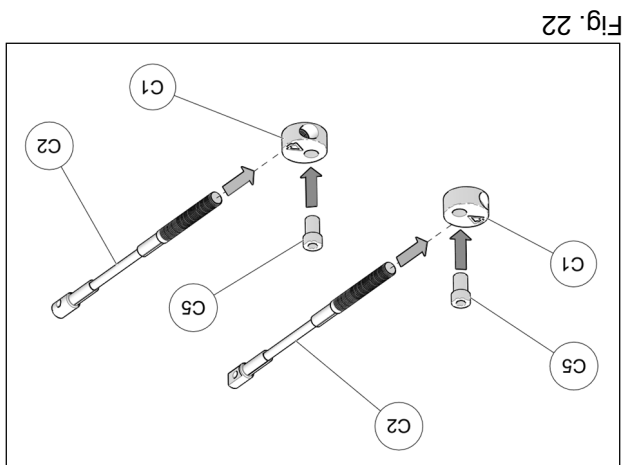

Fig. 22
10. Assembler les câbles des limiteurs de conduite (C2), les disques en aluminium (C1) et les bagues espacers (C5) tel que montré à la Fig. 22